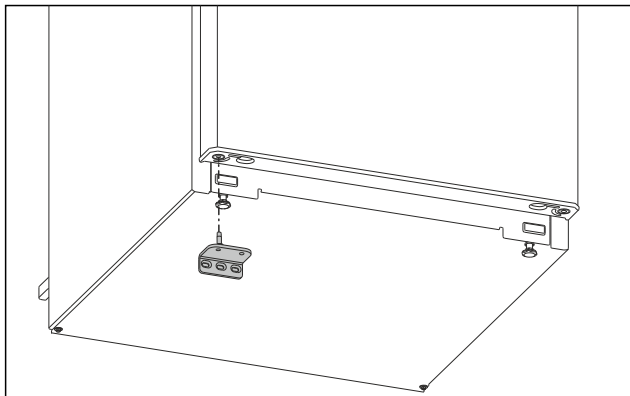

Fig. 16
- ▶ Helyezze be az alsó csapágybakot az ellenkező oldalra. (lásd Fig. 16)